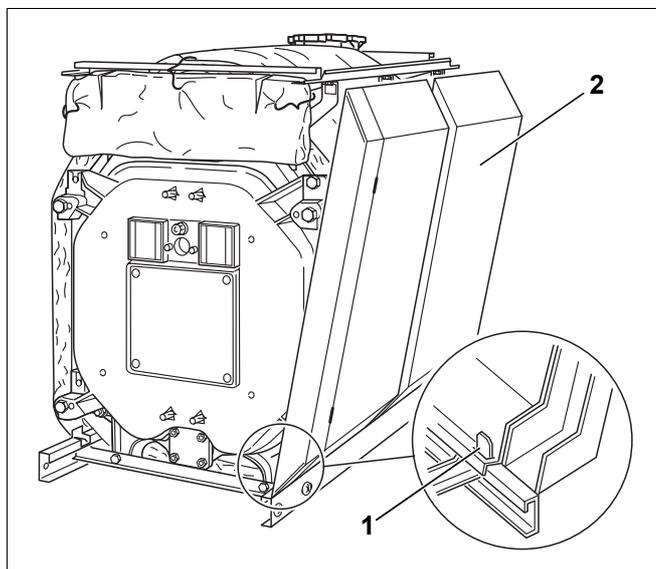

Bild 50 Seitenwandteile einhängen
- ▶ Die vorderen Seitenwände (Bild 50, **Pos. 2**) links und rechts unten in die hochgebogenen Laschen der Sockelschienen (Bild 50, **Pos. 1**) einhängen und dann oben über die Abkantung der Längsschienen schieben.